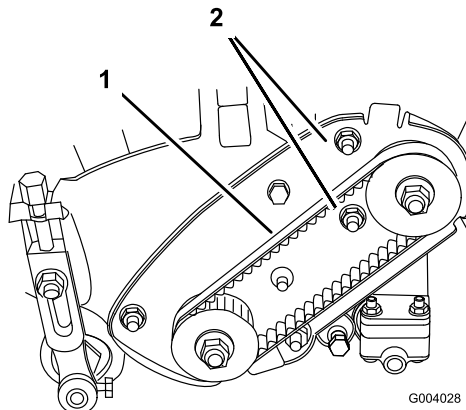

Figura 35
- A. Desaperte as porcas de montagem da caixa de mancal (Figura 35).
- C. Mantendo o ajuste da chave de aperto, aperte as porcas de montagem da caixa de mancal (Figura 35). Não aperte demasiado a correia.